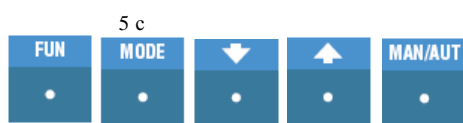

Рис. 1
- Установите ручное управление прибора; нажмите и удерживайте клавишу MODE в течение 5 с (рис. 1).